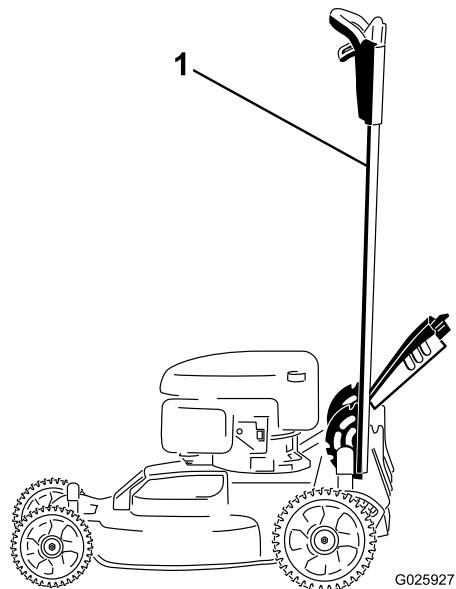

Figura 41
1. Bloccate la maniglia in posizione verticale (Figura 41); vedere Regolazione dell'altezza della maniglia \(pagina 12\).